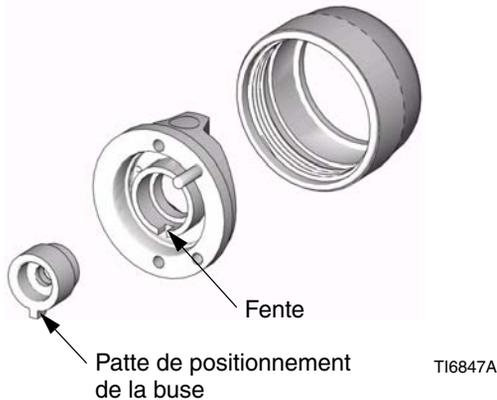

FIG. 5
Monter une buse sur le pistolet. Veiller à ce que la patte de positionnement soit engagée dans la fente du chapeau d'air. Voir FIG. 5. Serrer la bague de fixation du chapeau d'air (6) à la main pour assurer une bonne étanchéité entre le joint de la buse et le diffuseur (5).